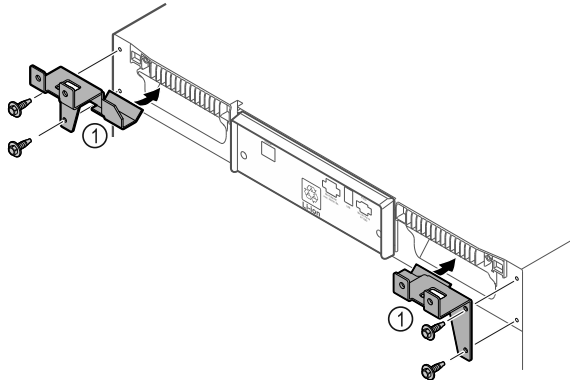

Fig. 9
- Halteteile Fig. 9 (1) mit beiliegenden Schrauben am Gerät montieren.